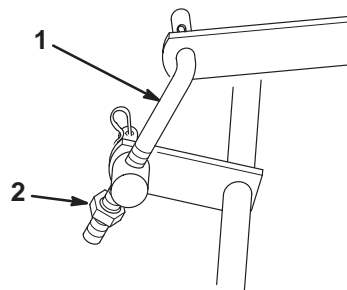

Bild 15
1. Drehen Sie zur Einstellung der Schnittmesserneigung in Längsrichtung die Sicherungsmutter auf dem hinteren verstellbaren Verbindungsteil (Bild 15).